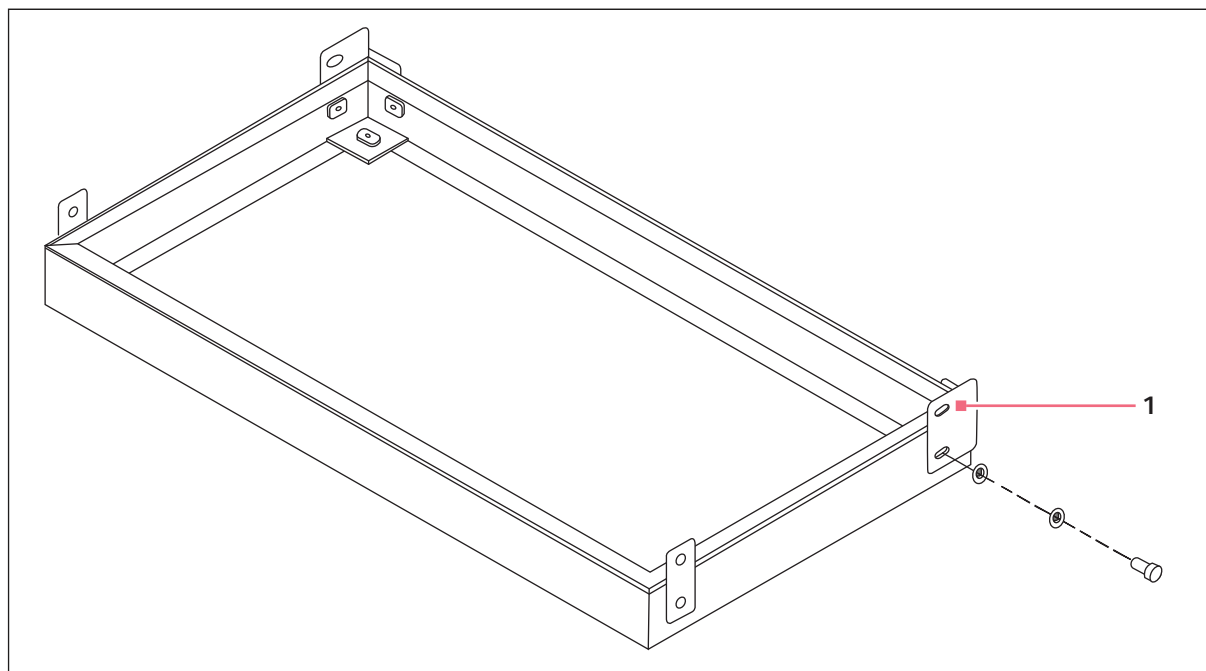
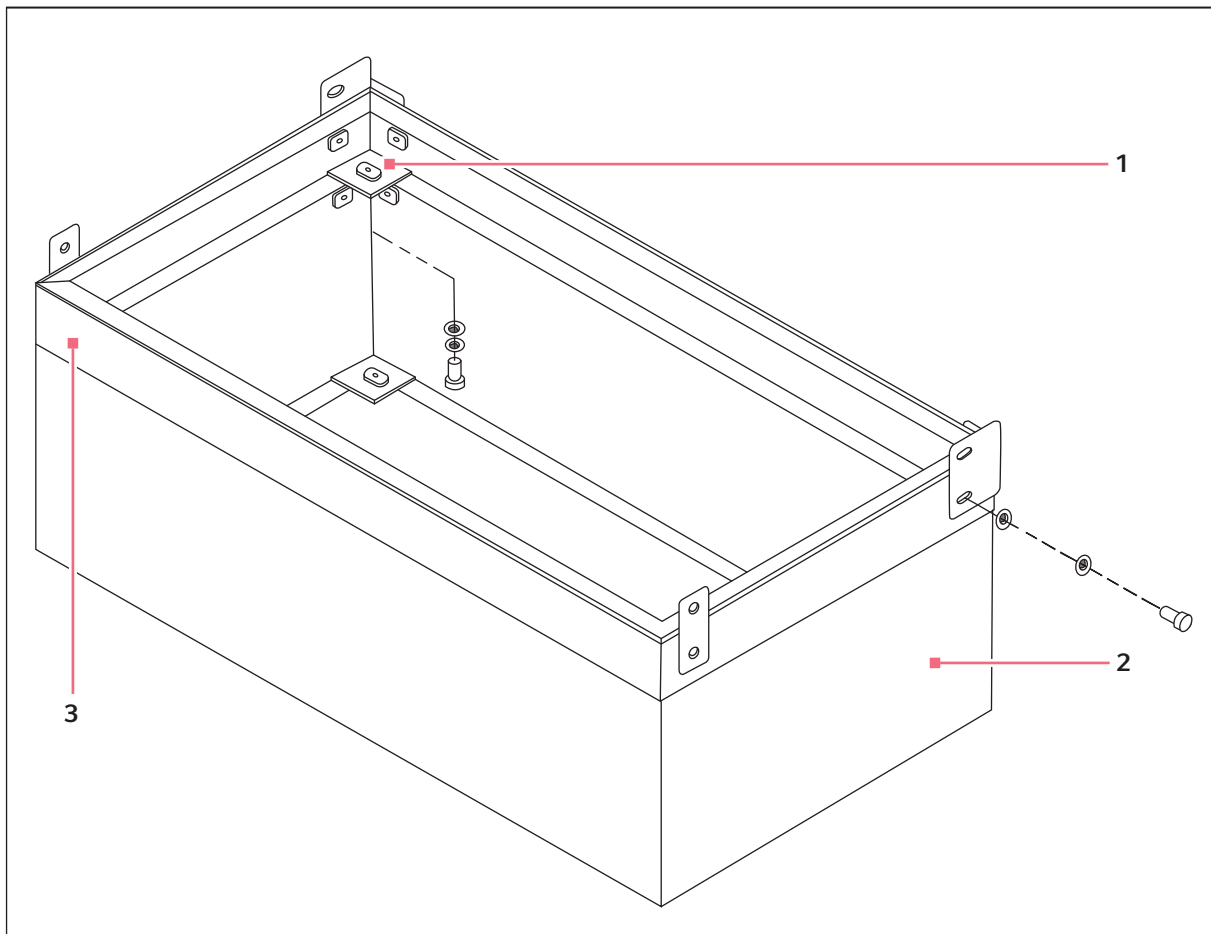

Fig. 4-2: Base baixa opcional, 10,2 cm (4 in)
Fig. 4-3: Base alta opcional, 43,2 cm (17 in)
3. Se estiver montando um agitador simples, utilize a base 43,2 cm (17 in) (aqui Fig. 4-3 na pág. 23). Aparafuse a base utilizando as ferragens fornecidas.
4. (aqui Fig. 4-2 na pág. 22) e (aqui Fig. 4-3 na pág. 23). Em função da altura da base, instale os apoios frontais e os apoios dos cantos traseiros na base com as ferragens fornecidas, alinhados com os furos na base.